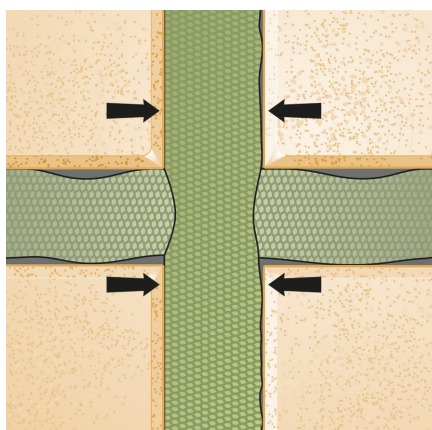

Fig 4
- Vid fasadfogning monteras de vertikala fogarna nerifrån och upp först, därefter de horisontala, se fig. 4 och 5.
- Var uppmärksam på tryck tillpassningen i kryssfogar, se fig. 4.